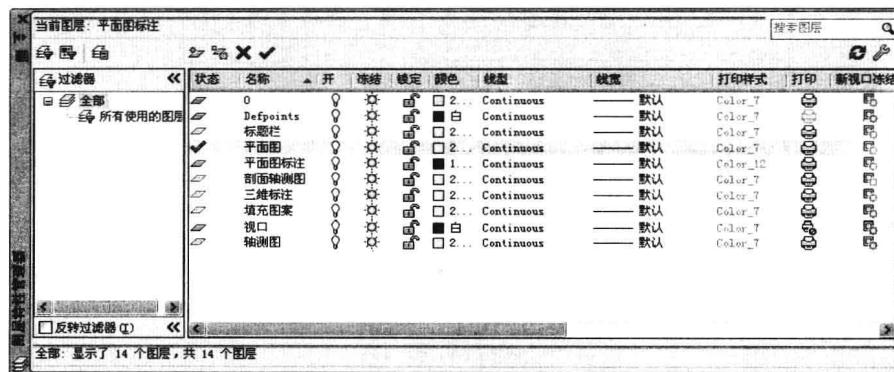

图 11-2-2
- (1) 选择菜单命令“格式/单位”，或者输入“units”，按Enter键，打开“图形单位”对话框，设置插入比例单位为“毫米”，“长度”“类型”为“小数”，“精度”为“0”。
- (2) 在“图层”面板中单击“图层特性”按钮 图 ，打开“图层特性管理器”选项板，单击“新建图层”按钮 图 ，新建图层，并输入新的图层名称“平面图”，选择“平面图”图层，单击“置为当前”按钮 图 ，用同样的方法创建其他图层，如图11-2-2所示。关闭图层选项板。